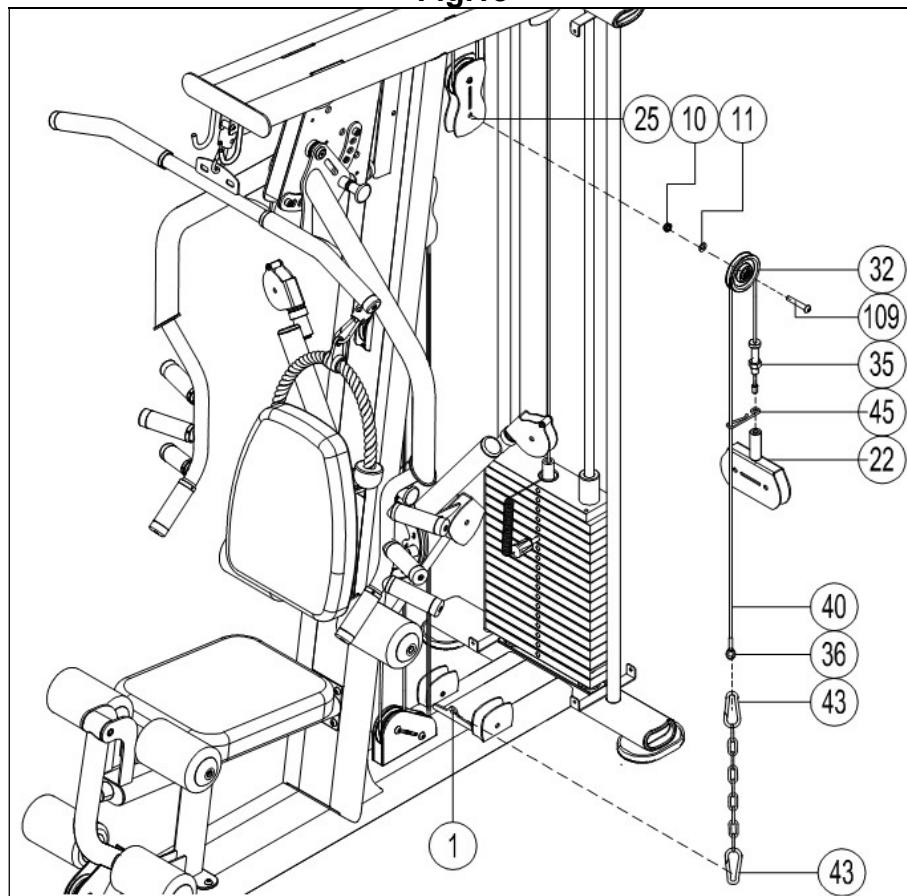

Fig.19
19.- Monte las poleas (32) según indica la Fig.19, fíjelas usando los tornillos (109) y las arandelas (11). Para fijar las poleas en los puntos (J) y (K) solo necesita los tornillos (109), Fig.19.